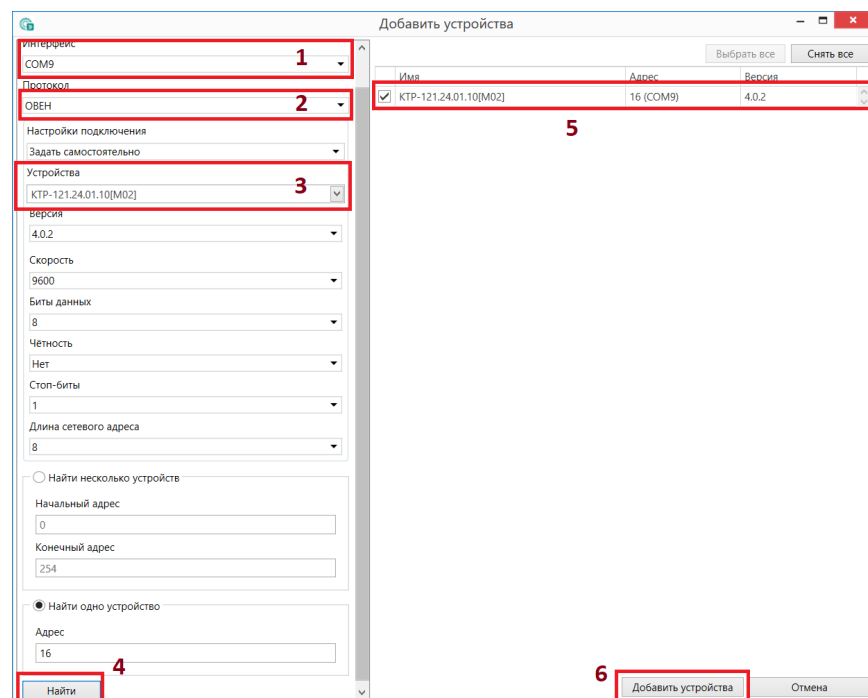

Рисунок 6.1 – Настройки связи с устройством
6. Выбрать интерфейс «Устройство с последовательным интерфейсом USB» (см. рисунок 6.1, 1). Номер COM порта, присвоенный прибору можно узнать в Диспетчере устройств Windows.
7. Выбрать протокол **ОВЕН** (см. рисунок 6.1, 2).
8. Выбрать устройство (Пункт 3 на рисунок 6.1). Модификация KTP-121 указана на боковой стороне прибора.
9. Выбрать «Найти одно устройство», если добавляется один прибор. Запустить поиск нажатием на кнопку «Найти» (см. рисунок 6.1, 4).
10. Выделить найденное устройство (см. рисунок 6.1, 5).
11. Добавить устройство в проект Конфигуратора по нажатию кнопки «Добавить устройства» (см. рисунок 6.1, 6).
1. Нажать на кнопку  **Обновить устройство** в контекстном меню выбранного устройства или в главном меню. Откроется диалоговое окно для смены встроенного ПО устройства. Допускается обновление одного или нескольких устройств. Устройства следует выделить в области устройств (см. рисунок 6.1, 5) и выбрать **Обновить устройство** в контекстном меню или главном меню.